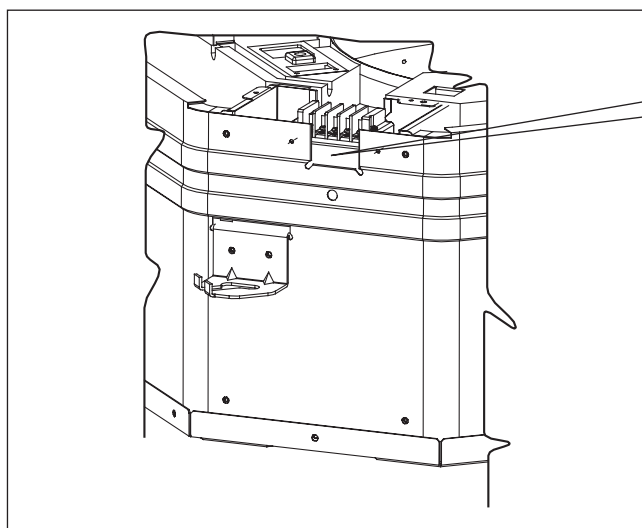

Figura 4
2. Los cables se pasarán por el orificio como se muestra en los Figura 4 y 5 respectivamente sin sobrepasar la altura del orificio.